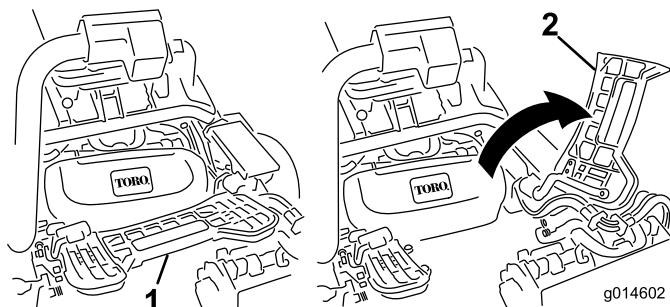

図 32
- フットレストを跳ね上げて開き、中央カッティングユニット取り付け位置へのアクセスを確保する（図 32）。